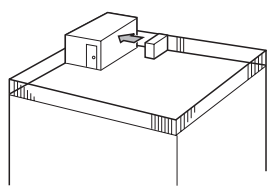

Fig. 2-4
① Ustawić wylot powietrza w kierunku najbliższej ściany, zachowując odległość ok. 500 mm. (Fig. 2-4).